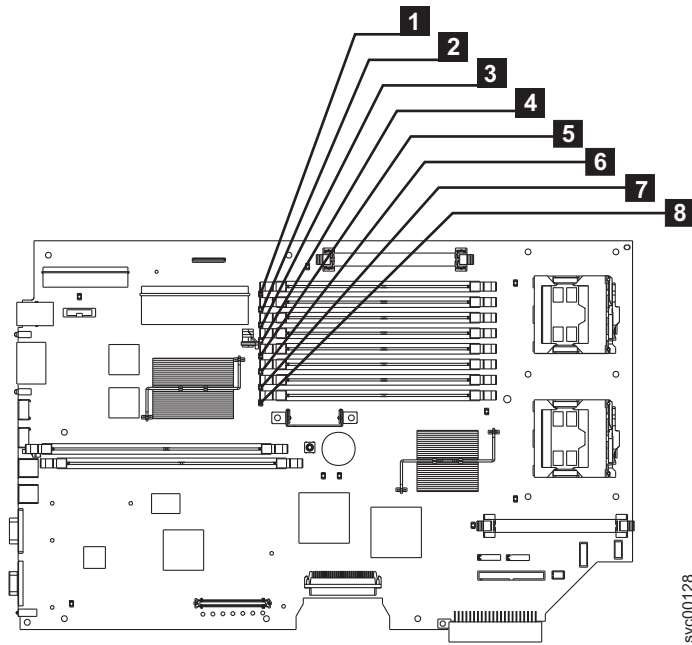

図 96. SAN ボリューム・コントローラー 2145-8F2 または SAN ボリューム・コントローラー 2145-8F4 メモリー・モジュールの見つけ方
- SAN ボリューム・コントローラー 2145-8F4 または SAN ボリューム・コントローラー 2145-8F2: これらのモジュールには、123 ページの図 96 に示すように、**1** から **8** の番号が付けられています。